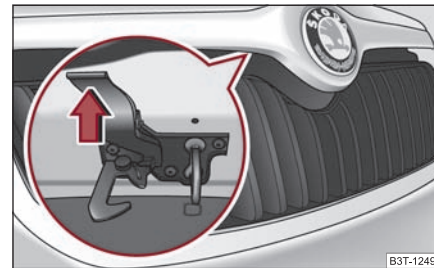

Fig. 15 Grilajul radiatorului: Maneta siguranței
- Apăsați siguranța ⇒ fig. 15 și capota motorului se deblochează. ►